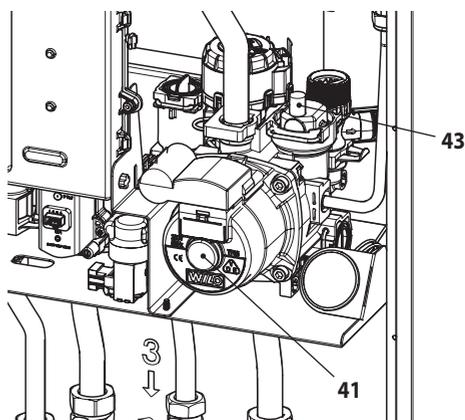

Figura 6.3
- Allentare il tappo della valvola di sfiato automatica 43 in Figura 6.3.
- Togliere il tappo 41 in Figura 6.3 e sbloccare la pompa ruotando il rotore con un cacciavite. Durante questa operazione sfiatare la pompa.